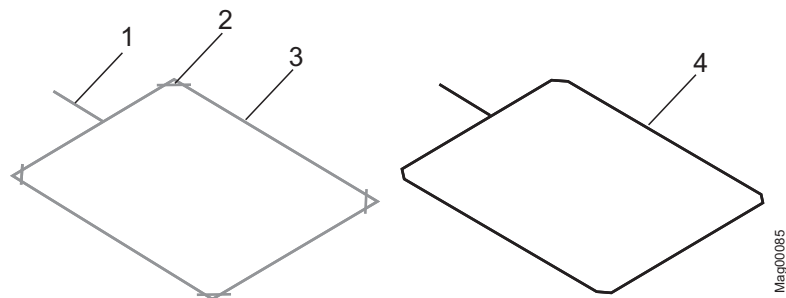

Рис. 19: Укладка индуктивной рамки в битумных, асфальтовых и бетонных покрытиях
1. В покрытии или асфальте при помощи отрезного диска вырезать паз глубиной 50 мм. С каждой стороны паз должен иметь одинаковую глубину. Углы паза вырезать под углом 45° согласно Рис. 19.